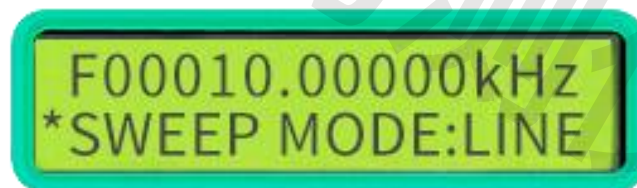

图 3-2-17
(4) 然后按下【AMPL/PgDn】键 进入扫频模式选择界面如下图 3-2-17 所示，按下【OUT/OK】键选择频率扫描方式。频率扫描方式有两种：LINE (线性扫描) 和 LOG (对数扫描)。